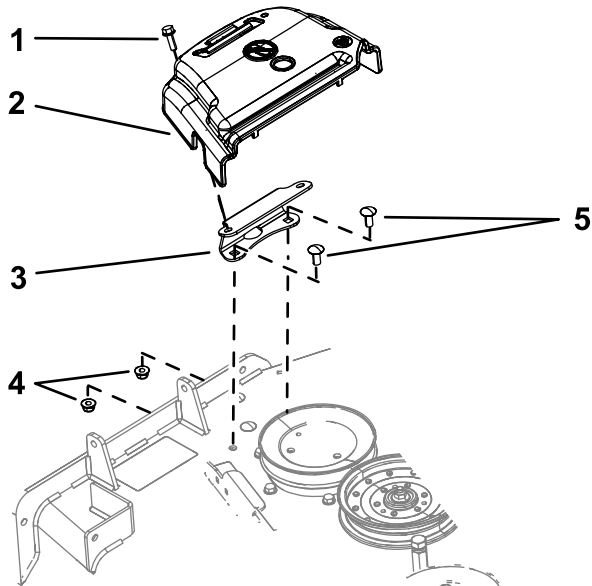

Figure 2
1. Desserrez le boulon qui fixe le protège-courroie au plateau en le tournant dans le sens antihoraire (Figure 2).
2. Retirez le protège-courroie et le boulon du support de fixation (Figure 2).
1. Retirez les 2 boulons et les 2 écrous à embase qui fixent le support de fixation du couvercle sur le plateau (Figure 2).